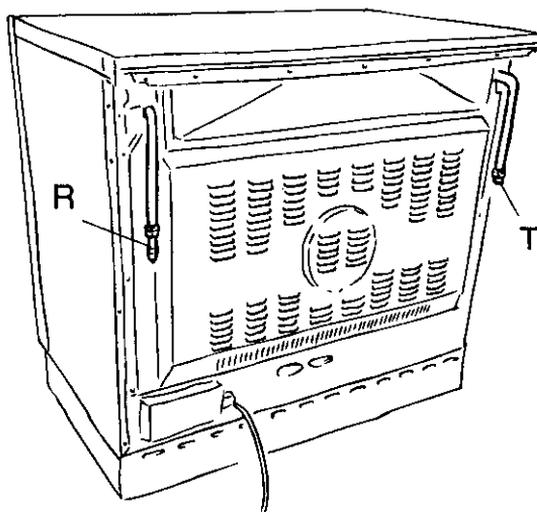

Fig 14.1
The gas supply is connected at the rear of the cooker (fig. 14.1) to the R or T terminal of the gas inlet pipe; the connection pipe must not cross the rear of the appliance.
*Le raccordement est exécuté à l'arrière de la cuisinière (fig. 14.1) en utilisant l'extrémité de droite ou gauche de la rampe de la cuisinière; le tuyau ne doit pas traverser la cuisinière.*